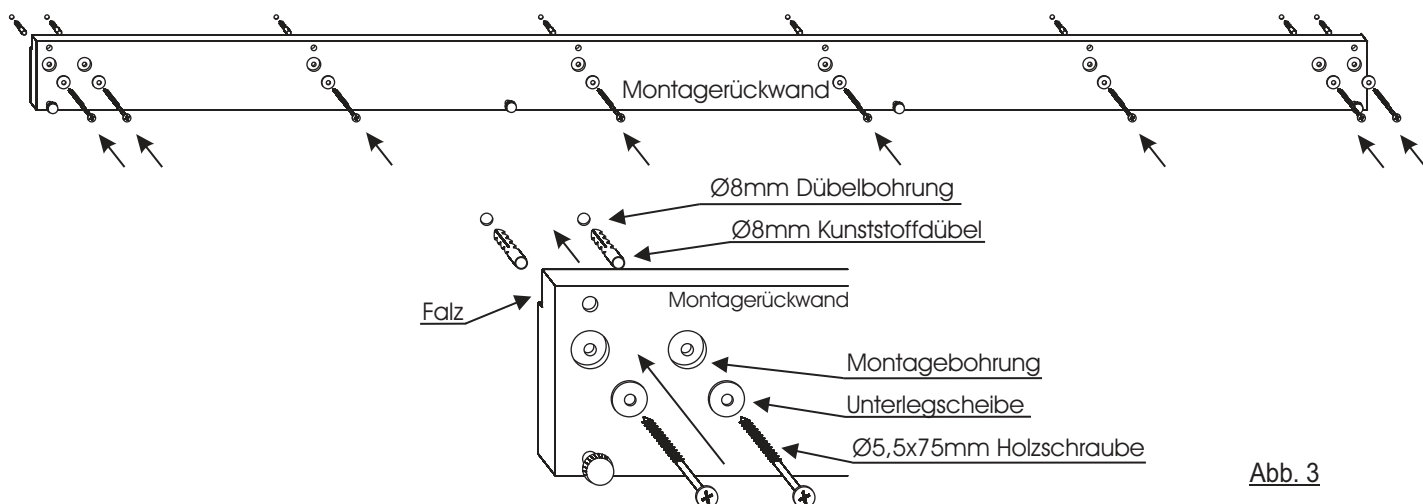

Abb. 3
5. Bohren Sie die Dübellöcher mit einem Ø8mm Bohrer und montieren Sie die Montagerückwand mit den Ø8mm Kunststoffdübeln, Unterlegscheiben und Ø5,5x75mm Holzschrauben waagrecht an die Zimmerwand. (Abb. 3)